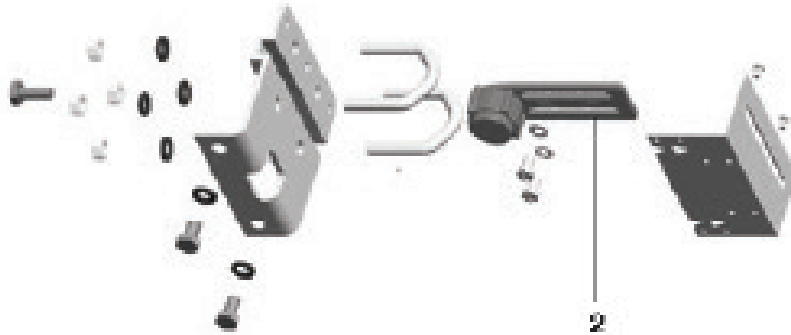
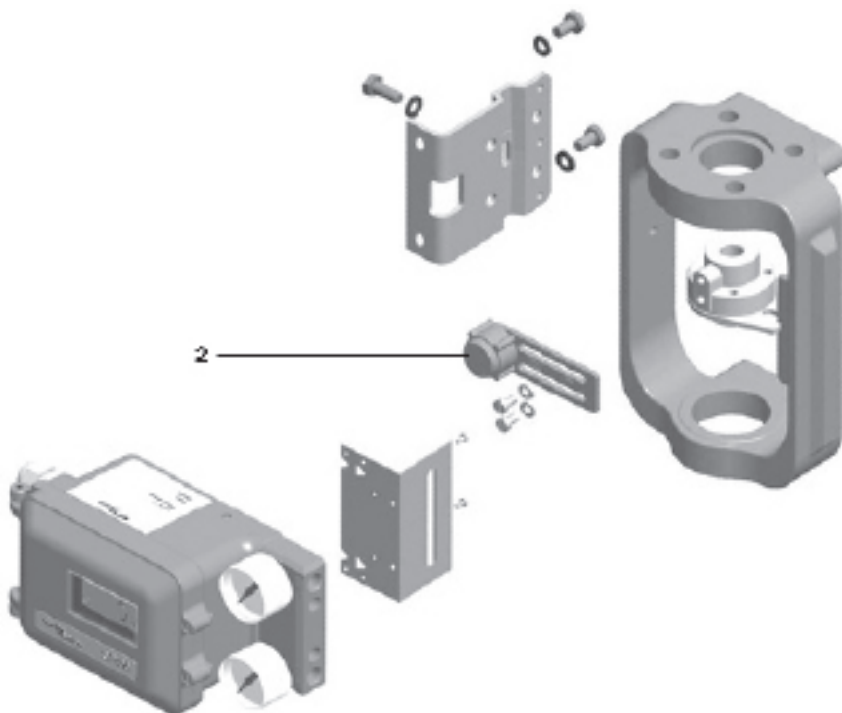

Fig. 4 Kit de montage de la colonnette pour un servomoteur linéaire
Fig. 5 Assemblage du montage de l'arcade pour un servomoteur linéaire
5.2.1 Attacher l'aimant (2) au connecteur de l'ensemble vanne/servomoteur (voir Fig. 4 et 5). S'assurer qu'il soit placé horizontalement (comme montré sur la Fig. 5).